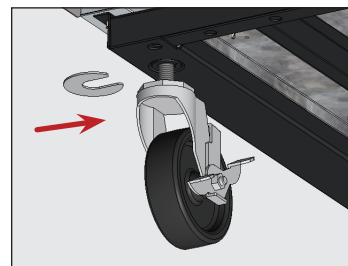

Abb. 9. Setzen Sie die Laufradunterlegscheibe(n) ein. Achten Sie darauf, den Lenkrollenschaft festzuziehen.
5. Lösen Sie am unteren Ende des Geräts die Rollenschraube weit genug, um die mitgelieferten Rollenscheiben zwischen das Rollenlager und die untere Schiene des Geräts zu schieben. Siehe Abb. 9.
6. Installieren Sie die gewünschte Anzahl von Unterlegscheiben. Siehe Abb. 9.